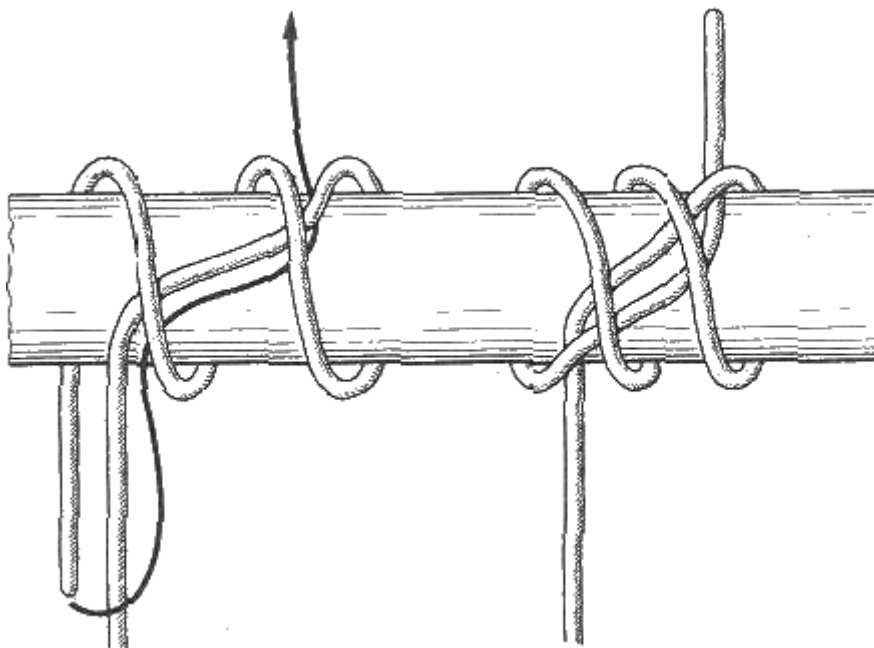

Рис. 51. Двойной "констриктор"
**Двойной "констриктор"** (рис. 51). Хотя этот узел сложнее только что описанного, но затягивается он еще сильнее. Он, как и одинарный "констриктор", считается незаменимым затягивающимся узлом в быту.